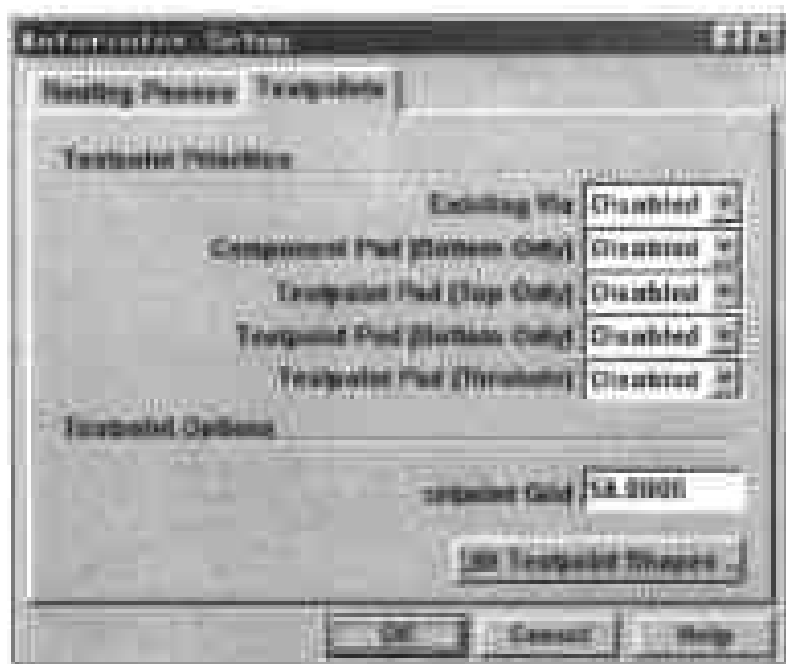

图 8-34 设置布线测试点
(8) 在对话框中设置好各个属性后,单击对话框底部的 OK 命令按钮,返回如图 8-34 所示的对话框;然后再单击该对话框底部的 OK 命令按钮,返回工作窗口,完成对自动布线器属性的设置。